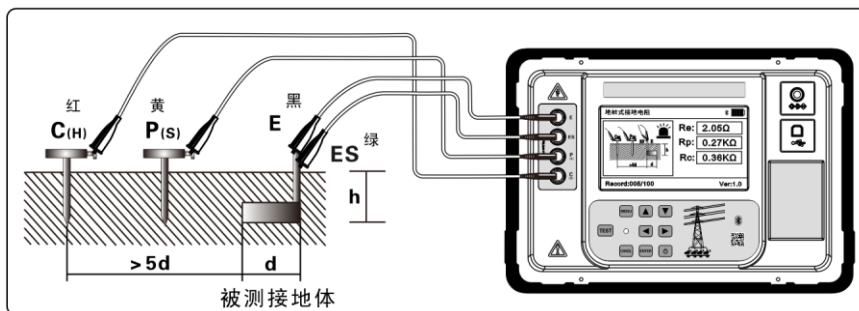

图 5（四线精密测试接地电阻示意图）
参见下图 5：从被测物体开始，一般间隔 5m~20m，分别将 P(S)、C(H) 辅助接地棒呈一直线深埋入大地，将接地测试线（黑、绿、黄、红）从仪表的 E、ES、P(S)、C(H) 接口开始对应连接到被测接地极 E、辅助电压极 P(S)、辅助电流极 C(H) 上。